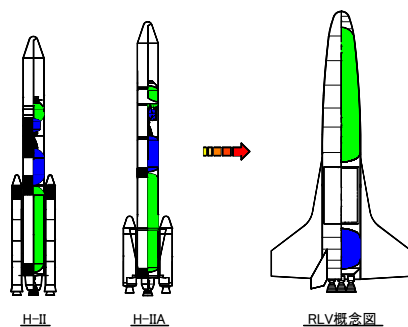
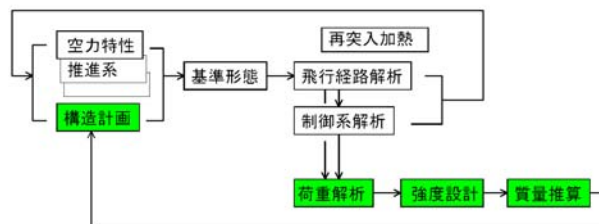

図 1 再使用型ロケット概念図
図 2 RLV の統合設計法
①飛行中に機体に働く荷重に関する研究は、幸節教授を中心にして、博士後期課程、修士、学部生が取り組んでいます。研究の内容は、再使用型ロケット(RLV; Reusable Launch Vehicle, 図 1)を対象にした飛行荷重、機体強度、機体質量の推算法の開発です。開発する推算法は RLV 機体開発の初期段階(図面作成前)に適用することを目的にしたものです。開発実績が豊富な使い捨て液体ロケットの場合とはことなり、RLV の場合、開発する機体仕様を設定するときに参考になる開発済みの機体がありません。したがって多くの機体候補案について定量的な比較検討を行って有力な機体仕様を選ぶことが必要になり、その比較検討には簡便で信頼性のある手法が役立つと考えられます。さらに飛行荷重を推算するためには、飛行条件(動圧、マッハ数、迎角、加速度など)を定めるための飛行経路の検討が必要となります。市販の解析コードもありますが、独自に簡易な飛行経路解析法を整備してこれらを結合することによって一貫した設計検討ができるようにします。つまり目的は、RLV の統合システム設計法(図 2)の開発であり、第一段階として飛行経路解析から荷重解析、強度解析、質量推算までを統合して検討することを目指しています。